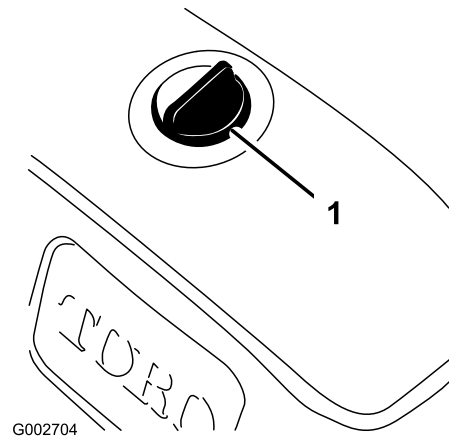

Bild 16
2. Reinigen Sie den Bereich um den Deckel des Hydraulikölbehälter, damit keine Rückstände in den Behälter gelangen (Bild 16).